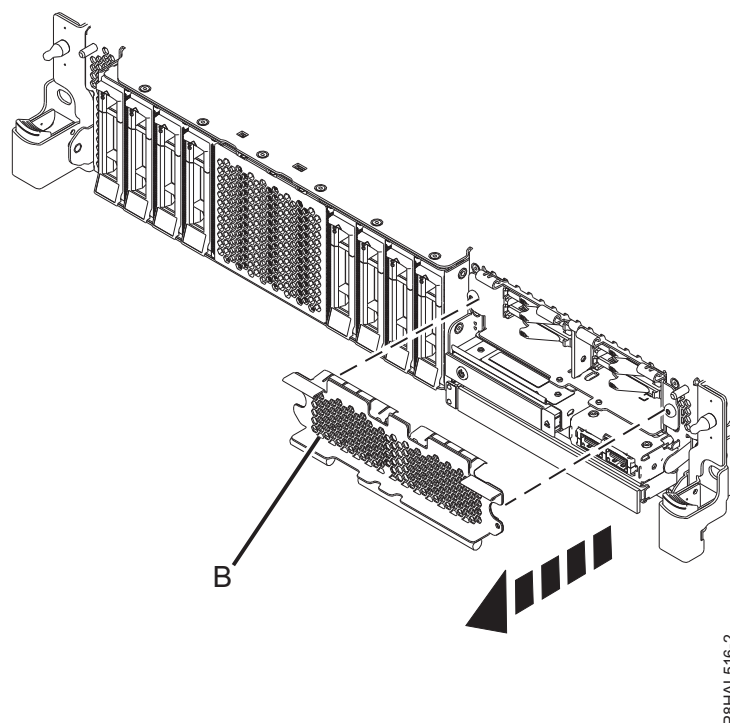

Figura 7. Extracció de la coberta del receptacle de l'SSD per accedir a les ranures en un sistema de funció expandida
3. Per accedir a les ranures de l'SSD, traieu la placa perforada **(B)** que tapa el receptacle de l'SSD tal com es mostra a la Figura 7.